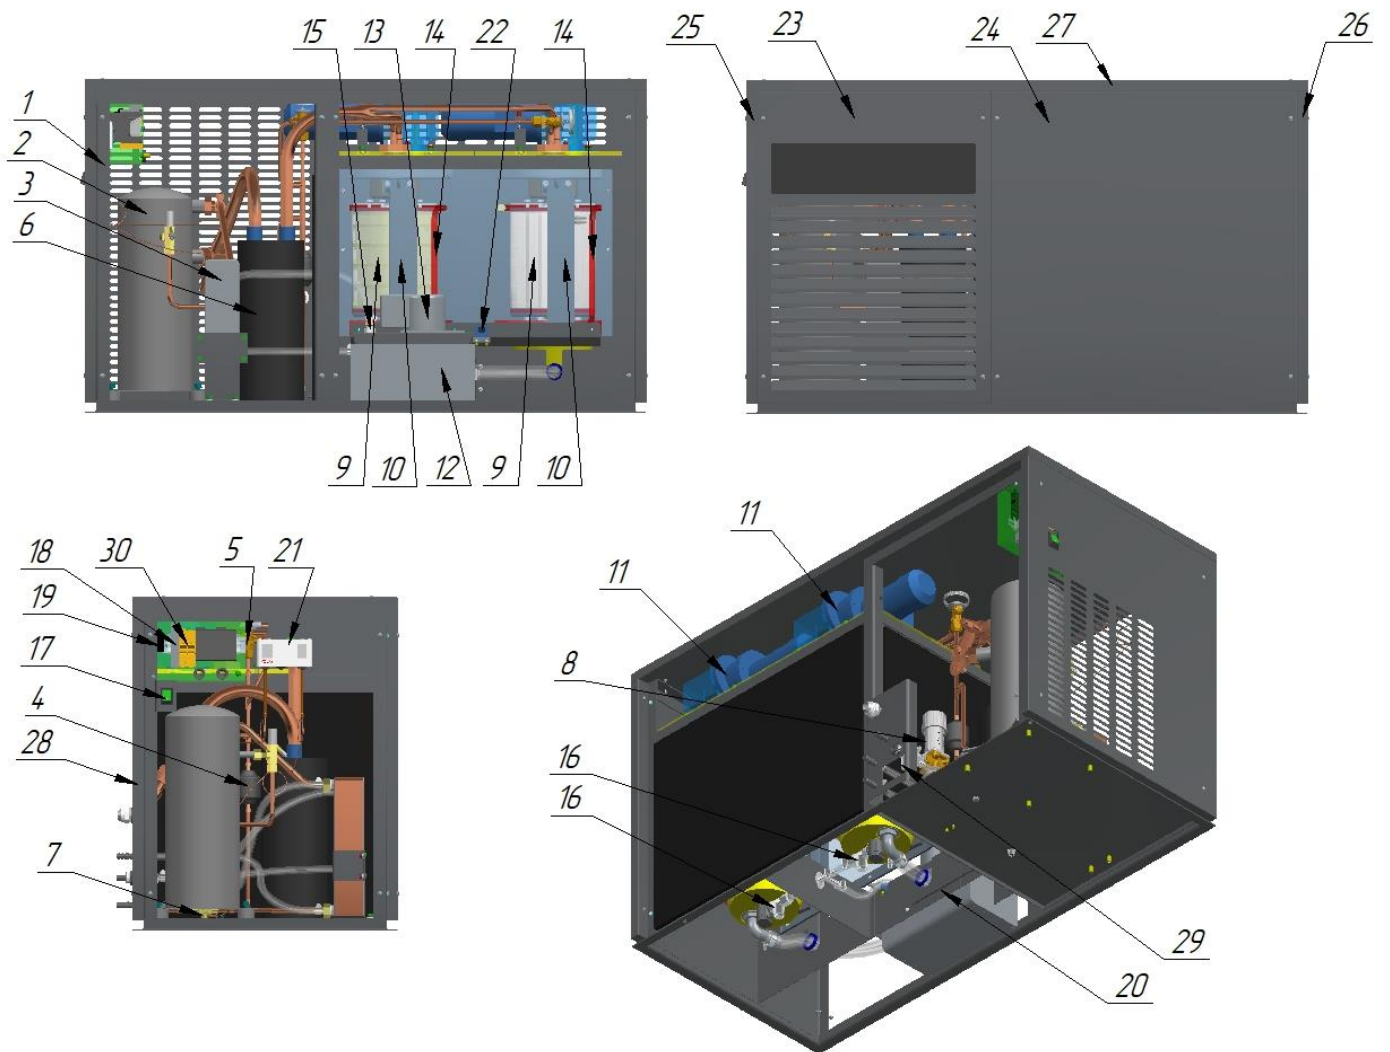

Рис. 1 Устройство льдогенератора ЛГ-1200Ч-01
2.1.1 Устройство льдогенератора чешуйчатого льда ЛГ-1200Ч-01 приведено на рис. 1.